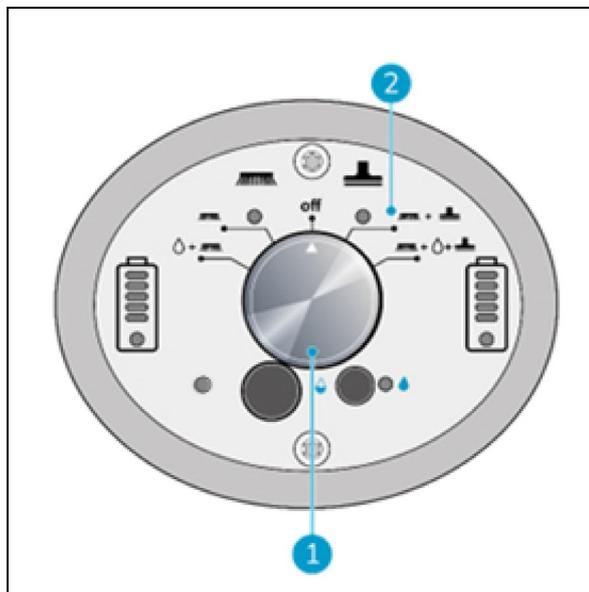

Figure 22
1. Utilisez l'interrupteur principal de l'i-mop XL (Figure 22, pos 1) et choisissez le MODE 3 Brosse + Aspirateur sec (Figure 22, pos 2).